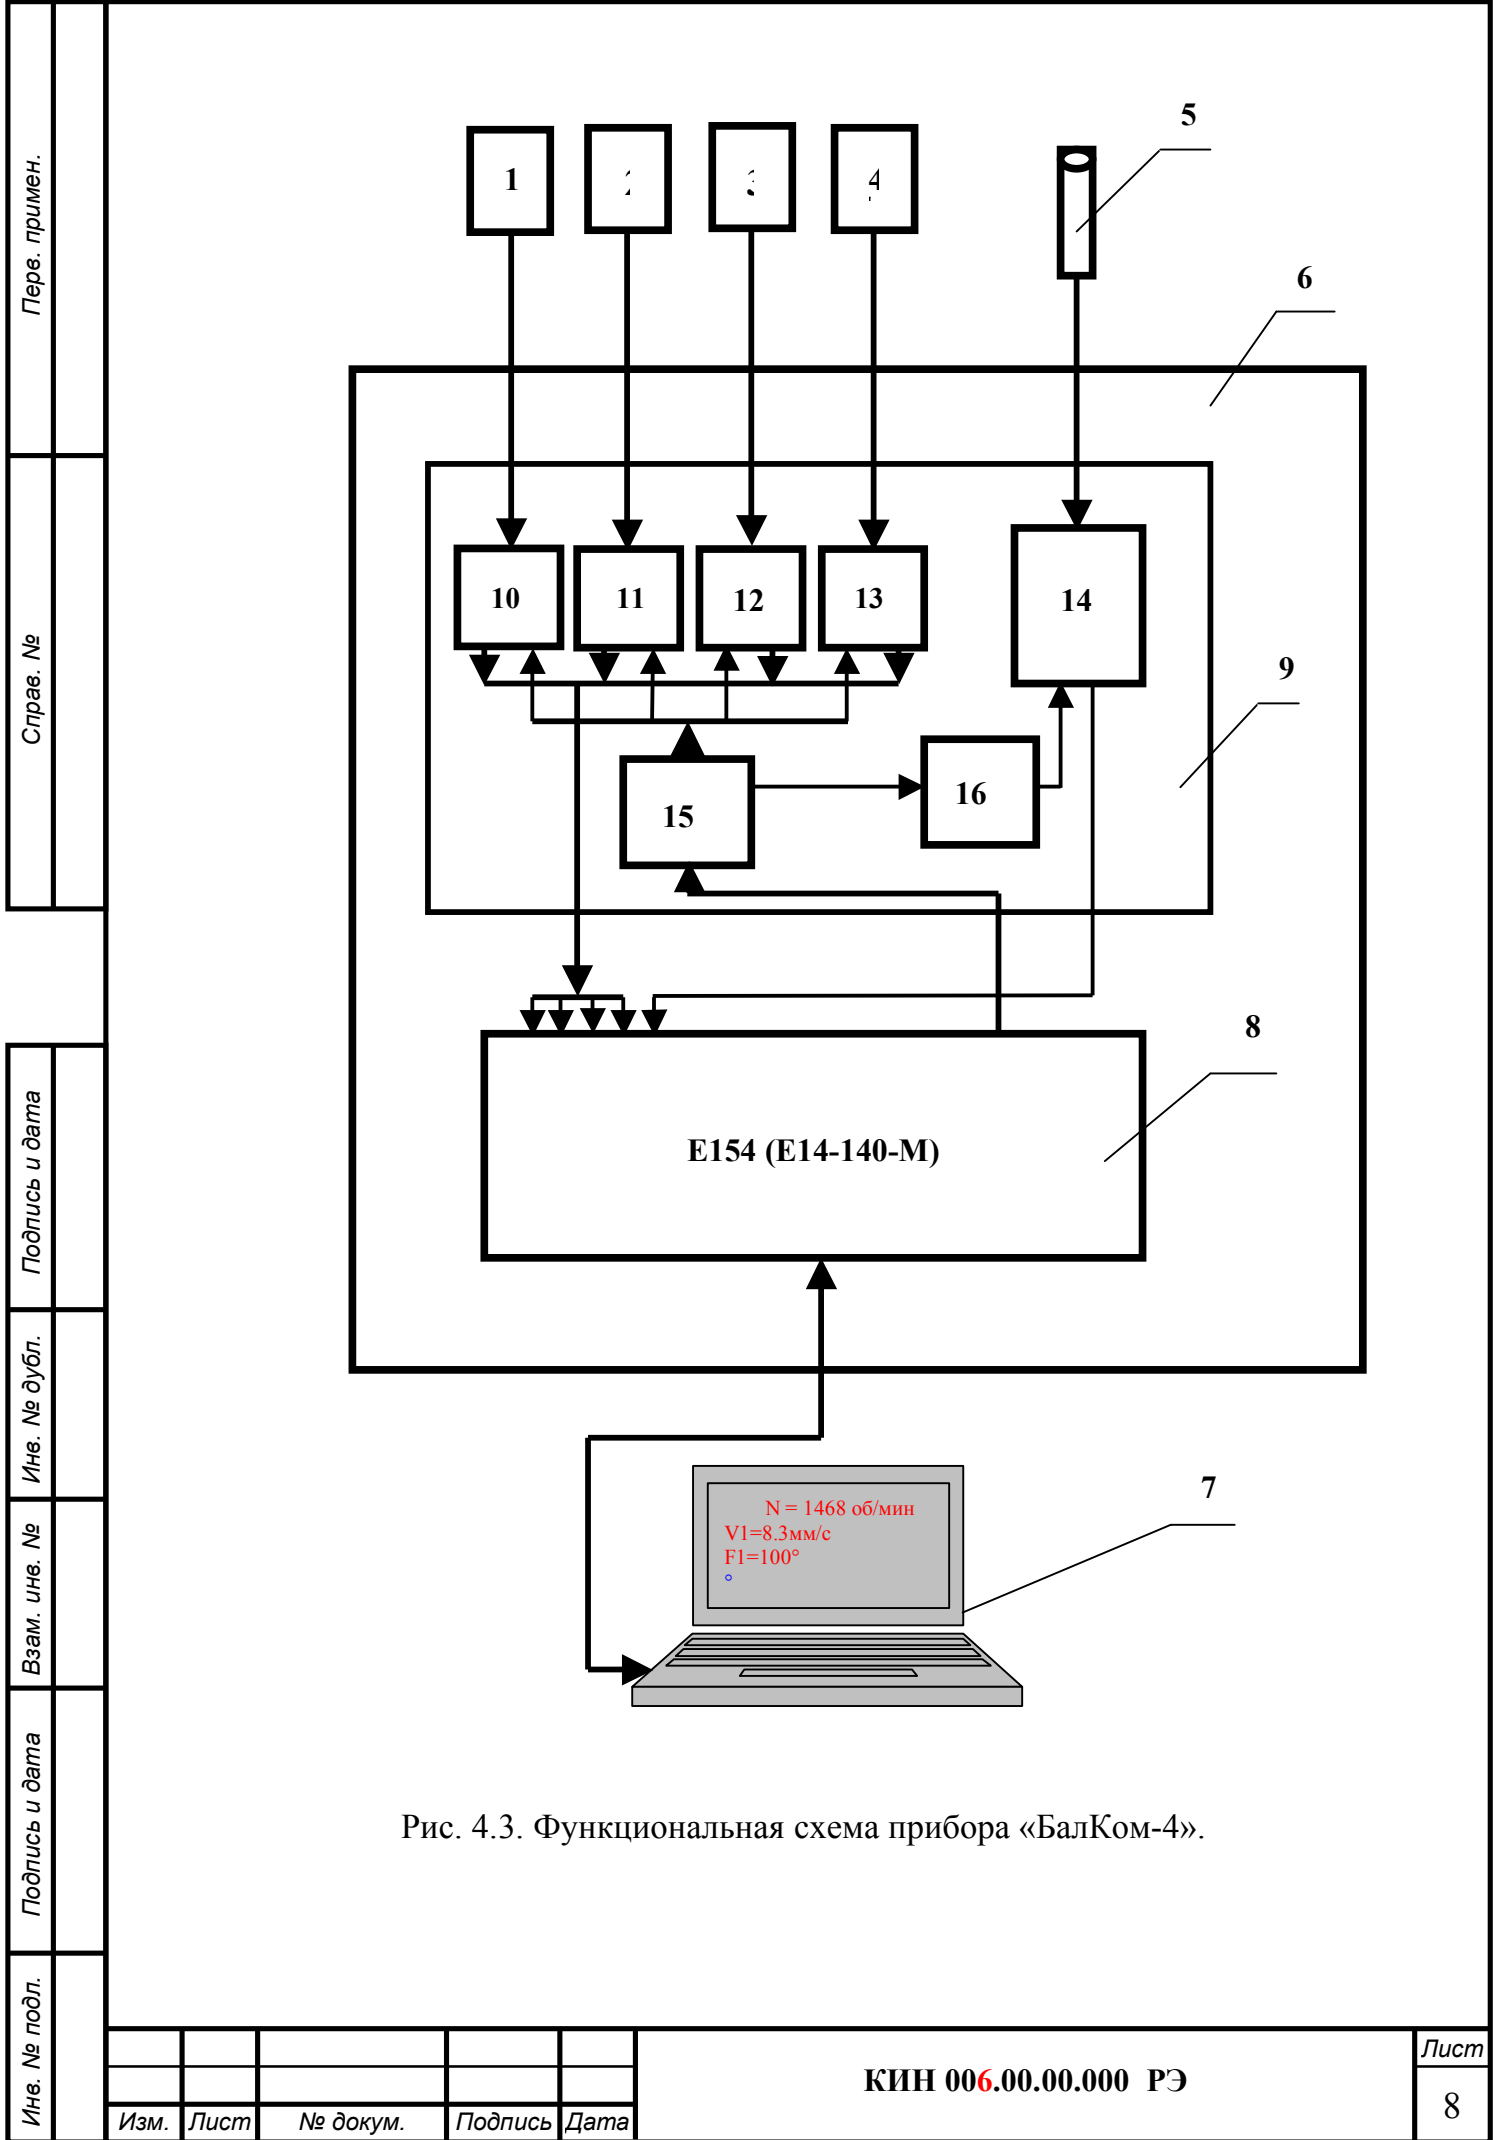

Рис. 4.3. Функциональная схема прибора «БалКом-4».
4.2. Функциональная схема прибора приведена на рис. 4.3.